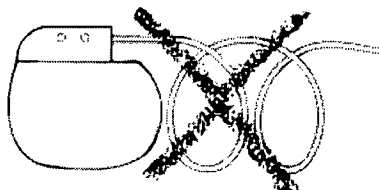

Figura 14. No enroscar el cuerpo del cable.
- NO enroscar el cable, ya que ello puede retorcer el cuerpo del cable y causar desplazamiento (Figura 14).